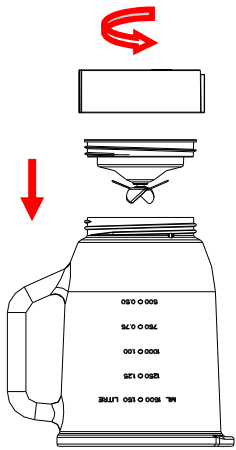

Fig.3
- 3.1 Dele la vuelta a la jarra en una superficie nivelada sujetándola por el asa. Coloque la junta de silicona y la base de la cuchilla en la base del vaso y asegúrela girando en el sentido contrario a las agujas del reloj (fig. 3).